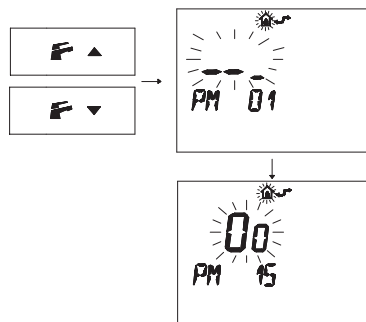

Figura 5.24
- Pulse los botones **F** ↓ o **F** ↑ para visualizar la programación "PM15" de habilitación de la sonda externa (Figura 5.24).